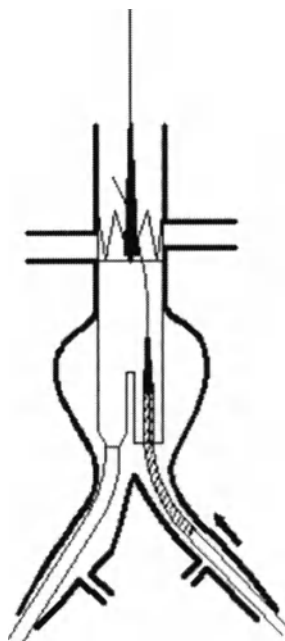

Рис. 10. Введение стент-графта cuff с системой доставки.
- Установите стент-графт cuff с системой доставки по проводнику в короткую браншу стент-графта AAA. Совместите рентгеноконтрастный маркер стент-графта cuff с рентгеноконтрастным маркером на короткой бранше стент-графта AAA. Убедитесь, что рентгеноконтрастный «О-образный» маркер на стент-графте cuff совпал с «е-образным» маркером на короткой бранше стент-графта AAA (рис. 10).